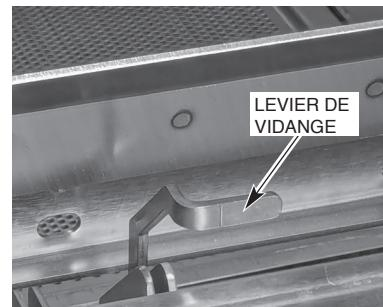

Fig. 26
4. Ouvrir la ou les conduites de vidange en tirant le ou les leviers vers le haut (Fig. 26).